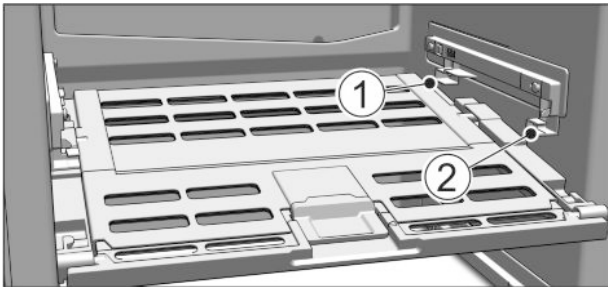

Fig. 16
- ▶ Вставляння кришки відділення Fruit & Vegetable-Safe: вставити поперечні ребра кришки знизу у задній тримач Fig. 16 (1) і зафіксувавши спереду у тримачі Fig. 16 (2).